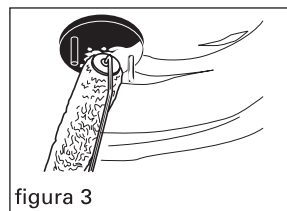

figura 3
3. Saf-T-Cap® protegerá los tornillos, tuercas y cables mientras se pinta o se ponen las planchas (figura 3).